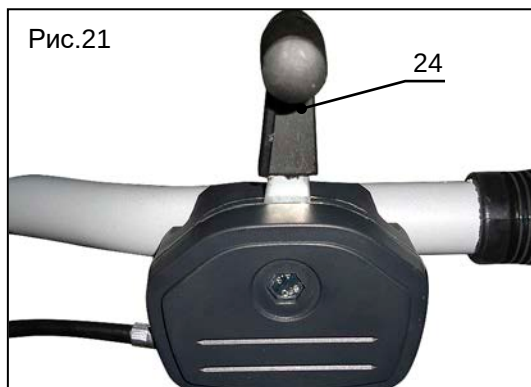

Рис.21
5. Дайте двигателю прогреться и отпустите тросик газа в среднее положение (поз.24, рис.21).